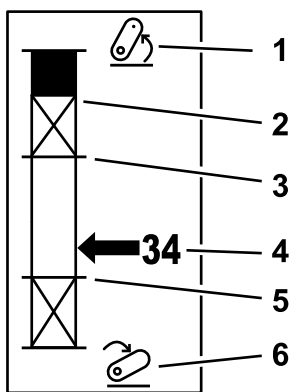

Bild 22
2. Starten Sie die Outcross-Maschine und scrollen Sie durch die Bildschirme auf der Statusanzeige, um die Höhe der 3-Punkt-Aufhängung (Bild 22) anzuzeigen.
3. Bewegen Sie die 3-Punkt-Aufhängung auf und ab und notieren Sie sich die Nummer der Position in der Transportstellung, der Wendeposition, die maximale Arbeitsposition und die minimale Arbeitsposition (Bild 22).
Dies ist die maximale Hubhöhe eines 3-Punkt-Anbaugeräts. Stellen Sie diese Position ein, indem Sie das Anbaugerät auf die maximal zulässige Höhe oder den höchsten Winkel bei nicht angekuppelter Zapfwelle anheben, je nachdem, was zuerst eintritt. Notieren Sie sich die angezeigte Höhenposition auf der Statusanzeige und geben Sie diese in die Parametereinstellung im InfoCenter (Bild 22) ein.
Dieser Parameter wird nur für 3-Punkt-Anbaugeräte benötigt, die vom Paddel angesteuert werden können. Dies ist die automatische Stellung der der 3-Punkt-Aufhängung, wenn das Anbaugerät in Wendestellung oder zum Umgehen von Gefahren angehoben ist. Stellen Sie diesen Punkt ein, indem Sie die 3-Punkt-Aufhängung anheben und sicherstellen, dass das angehobene Anbaugerät die natürlichen Mulden des Rasens nicht beschädigt. Notieren Sie sich die angezeigte Höhenposition auf der Statusanzeige und geben Sie diese in die Parametereinstellung im InfoCenter (Bild 22) ein.
Heben Sie das Anbaugerät an den höchstzulässigen Punkt an und notieren Sie die angezeigte Höhenposition auf der Statusanzeige und geben Sie diese in die Parametereinstellung im InfoCenter (Bild 22) ein.
Senken Sie das Anbaugerät an den niedrigsten zulässigen Punkt an und notieren Sie die angezeigte Höhenposition auf der Statusanzeige und geben Sie diese in die Parametereinstellung im InfoCenter (Bild 22) ein.